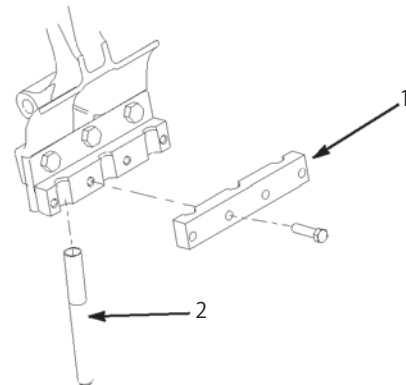

図26
4. 各ティン・ホルダーにティン・クランプを仮止めする (図26; 3/8 x 1-1/2" キャップスクリュー 4 本を使用する)。この時点ではキャップスクリューを締め付けない。